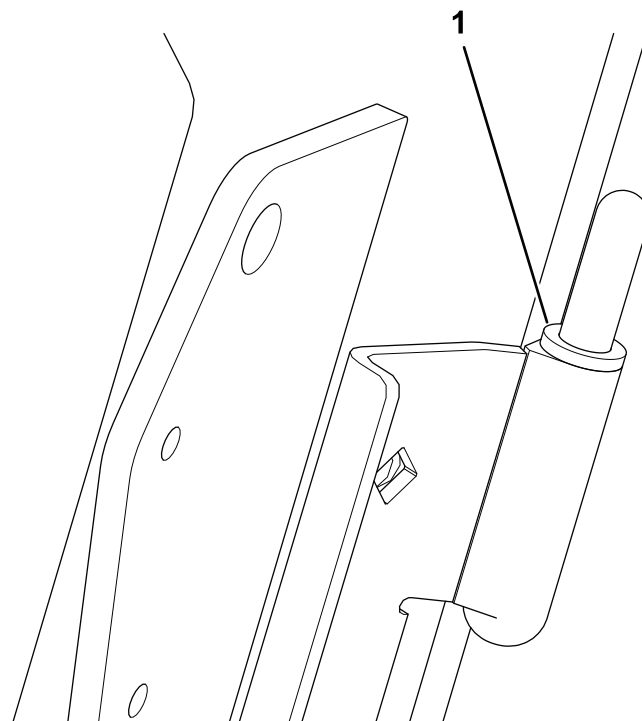

Рисунок 5
8. Установите 2 проставки на каждый монтажный узел двери (1 – на верхнюю ось петли и 1 – на нижнюю ось петли); см. Рисунок 5.